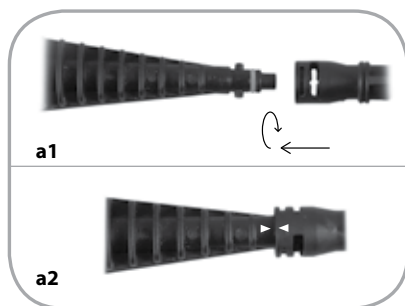

рис. 3
- Вставьте в адаптер (13), установленный в гнезде, насадки (13, 14, 15, 16, 17, 18) - **рис. 3.**